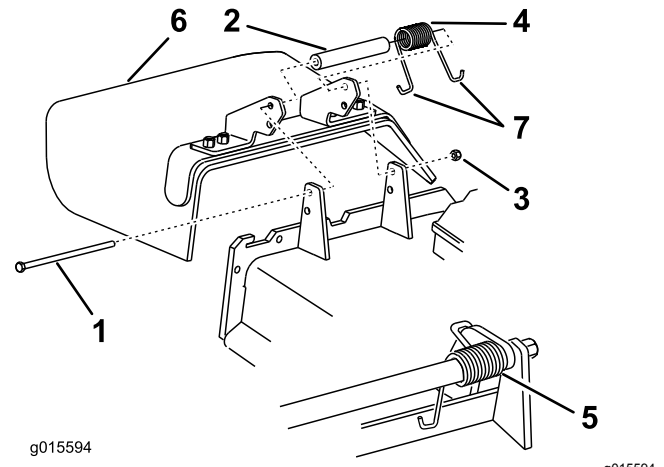

Figura 100
1. Retire la contratuerca, el perno, el muelle y el espaciador que sujetan el deflector a los soportes de pivote (Figura 100).
2. Retire el deflector de hierba dañado o desgastado (Figura 100).
**Nota:** Asegúrese de colocar un extremo con gancho en J del muelle detrás del reborde de la carcasa antes de instalar el perno, según se muestra en Figura 100.
6. Coloque 1 extremo en J del muelle alrededor del deflector de hierba (Figura 100).